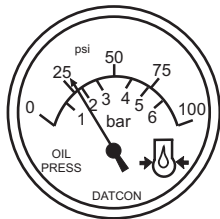

Figure 32. Jauge de pression d'huile
7. La jauge de pression d'huile moteur (Figure 32) indique la pression de l'huile moteur. Dans des conditions normales de fonctionnement, la pression d'huile est d'environ 35 à 65 psi. (241 ~ 448 kPa).